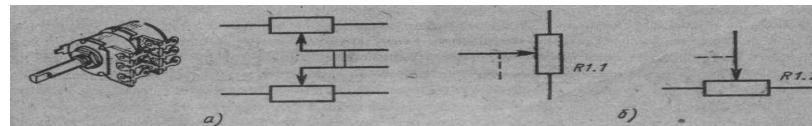

Рис. 10. Внешний вид и обозначение блоков с переменными резисторами.
- Для регулирования **громкости, тембра, уровня записи** в стереофонической аппаратуре, частоты в измерительных генераторах сигналов и т. д. применяют сдвоенные переменные резисторы, сопротивления которых изменяются одновременно при повороте общей оси (или перемещении движка). На схемах символы входящих в них резисторов стараются расположить возможно ближе друг к другу, а механическую связь показывают либо двумя сплошными линиями, либо одной штриховой (рис. 10,а).
- Если же сделать этого не удается, т. е. символы резисторов оказываются на большом удалении один от другого, механическую связь изображают отрезками штриховой линии (рис. 10,б). Принадлежность резисторов к одному сдвоенному блоку показывают в этом случае и в позиционном обозначении (R1.1—первый — по схеме — резистор сдвоенного переменного резистора R1, R1.2 — второй).